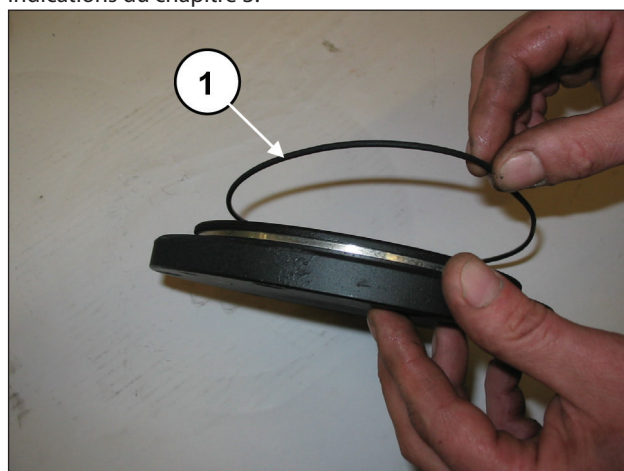
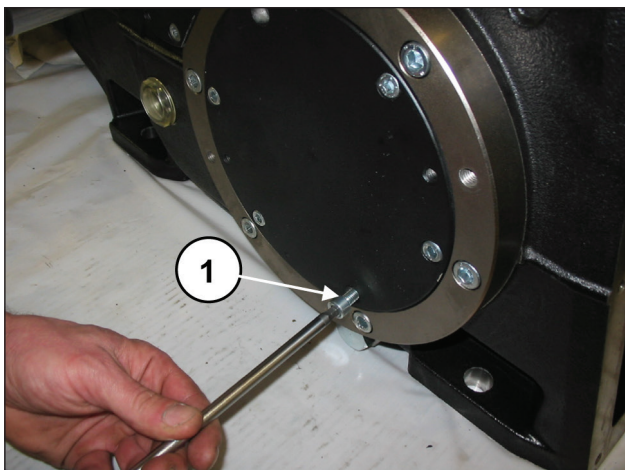

Fig. 90
Fig. 91
Retirer la cale anti-rotation sous le corps de la bielle centrale. Monter les deux caches roulements (muni de leurs joints toriques respectifs) (rep. ①, Fig. 90) à l'aide de 6+6 vis M8x20 (rep. ①, Fig. 91).